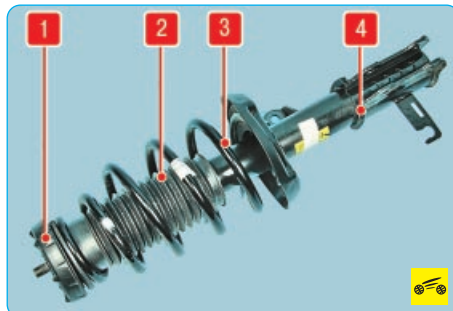

Рис. 7.2. Амортизаторная стойка передней подвески: 1 – верхняя опора амортизаторной стойки; 2 – защитный чехол; 3 – пружина; 4 – амортизатор
– витая цилиндрическая пружина 3 (рис. 7.2);